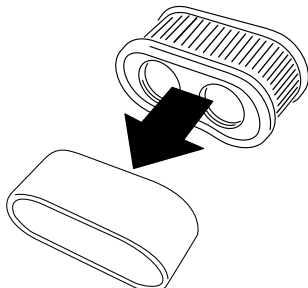

Figura 41
5. Separate gli elementi in schiuma sintetica e di carta (Figura 41).